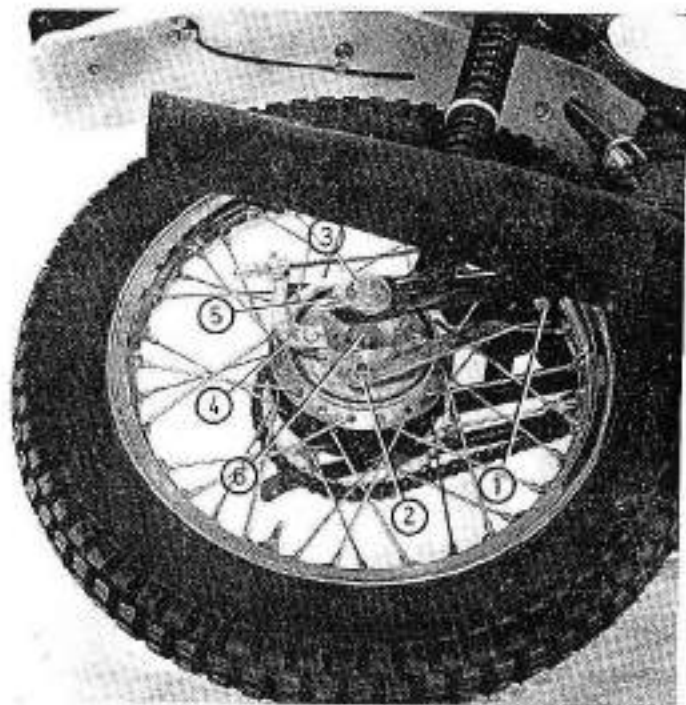

Fig. 21
Aflojar el eje de la rueda 3 (fig. 21 y anclaje 1.2). Actuar con las levas hasta conseguir la oscilación de 40 mm en la cadena, asegurándose de que se apoyan bien los asientos del basculante. Una vez todo apretado, comprobar que el tensado es correcto, puesto que si la cadena se deja excesivamente tirante puede dañar el eje y piñón de salida del cambio de velocidades.
Desserrer l'axe de la roue 3 (fig. 21, ancrage 1.2). Agir sur les cames jusqu'à obtenir l'oscillation de 40 mm de la chaîne, s'assurant que les assises du bras oscillant s'appuient bien. Une fois le tout resserré, s'assurer que la tension est correcte, car si la chaîne est trop tendue, elle peut endommager l'axe et le pignon de sortie de la boîte de vitesses.
Loosen the wheel axle 3 (fig. 21 and anchor plate 1.2). Rotate the cams until obtaining the 40 mm play in the chain, making sure that they seat properly against their flanges on the swinging arms. After all has been tightened, check that tension is correct, because if the chain is too tight, the engine shaft and sprocket may be damaged.
2. **Desmontaje de la rueda trasera.** Para ello soportar la máquina de manera que la rueda gire libremente. Desmontar el tirante anclaje del plato portazapatas 2 (fig. 21) aflojando previamente su fijación a la basculante 1. Soltar el cable del freno, presionando sobre la palanca 4.
2. **Démontage de la roue arrière.** Placer la machine sur un support de façon à ce que la roue tourne librement. Démontez la bride d'ancrage du plateau porte-garnitures 2 (fig. 21), en desserrant au préalable sa fixation au bras oscillant 1. Détacher le câble du frein en desserrant l'écrou du levier 4.
2. **Removing the Rear Wheel.** Support the frame so that the rear wheel is off the ground. Remove the anchor plate from the backing plate 2 (fig. 21) previously loosening its attachment to the swinging arm 1. Remove the brake rod loosening the brake lever adjuster 4.